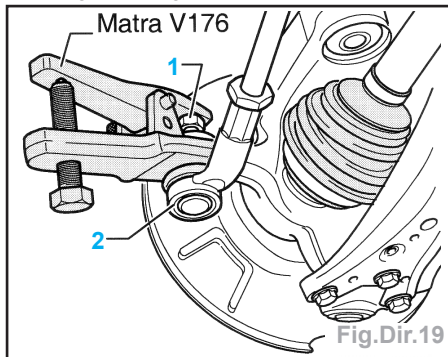

Fig.Dir.19
- Extraire de la barre stabilisatrice (2) la barre de direction (3) à G et à D.
- Desserrer l'écrou hexagonal de la rotule de la barre de direction (1) de sorte que l'extracteur puisse s'appuyer sur l'écrou hexagonal (Fig.Dir.19).